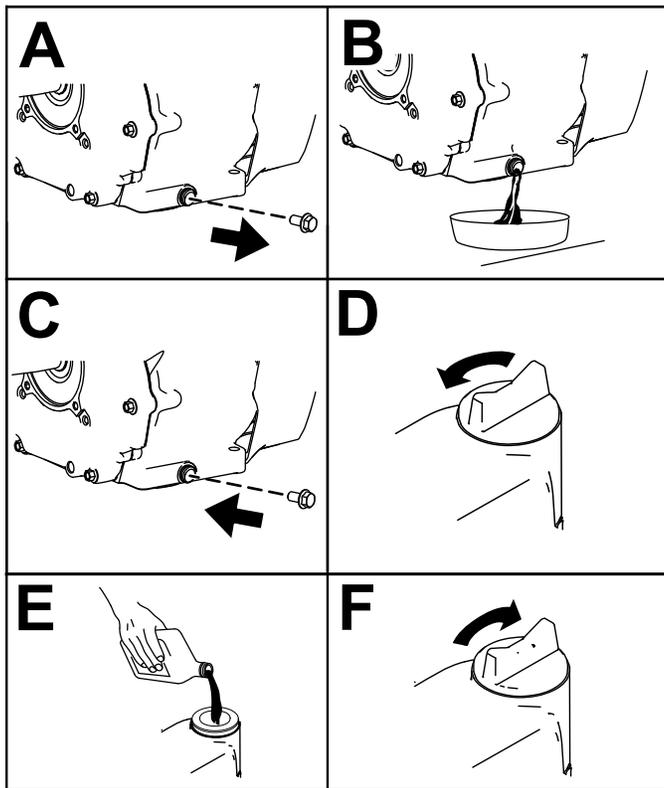

Figura 31
5. Cambie el aceite del motor como se muestra en Figura 31.